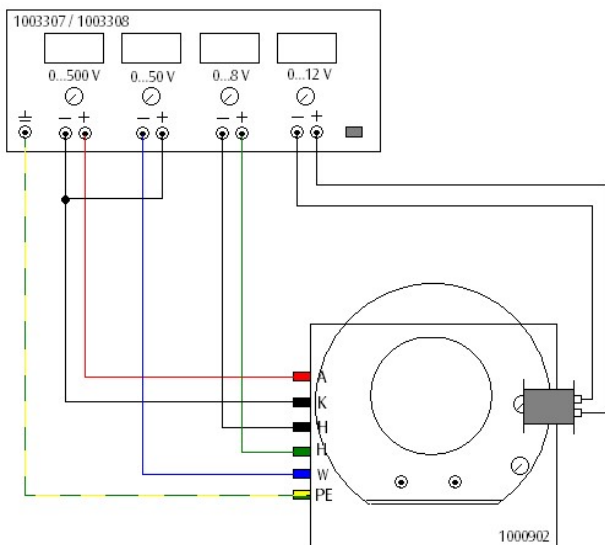

Fig. 5 Deflessione magnetica del fascio elettronico
- Fissare una bobina sul lato destro dell'anello metallico come in fig. 5
- Cablare il tubo come indicato nella fig. 5.